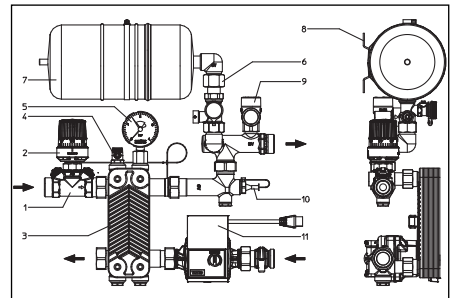
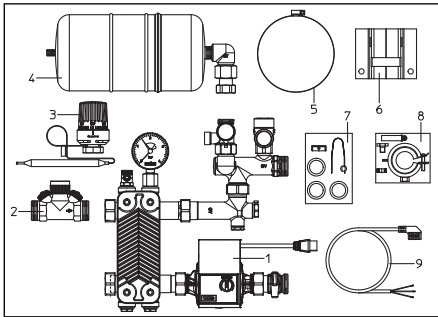

Abb. 5.1 Übersicht „Regufloor HX“
Abb. 6.1 Lieferumfang
- „Hycocon HTZ“ Regelventil (Teil 2, Abb. 6.1) in den Vorlauf der Primärseite der Einheit (Teil 1, Abb. 6.1) montieren.
- Vormontierte Einheit (Teil 1, Abb. 6.1) mit dem Montagesatz (Teil 8, Abb. 6.1) in den Einbauschränk einsetzen.
- Membranausdehnungsgefäß (Teil 4, Abb. 6.1) auf das Kappenventil (Teil 6, Abb. 5.1) aufschrauben und mit Hilfe der Befestigungsschelle und der Halteplatte (Teil 5 und 6, Abb. 6.1) an der Schiene des Einbauschranks befestigen.
- Temperaturregler (Teil 3, Abb. 6.1) auf das „Hycocon HTZ“ Regelventil aufschrauben und den Fühler in die in den Vorlauf der Primärseite installierte Tauchhülse (Teil 10, Abb. 5.1) einstecken und mit der Schraube befestigen. Dabei ist darauf zu achten, dass das Kapillarrohr nicht geknickt oder flachgedrückt wird.